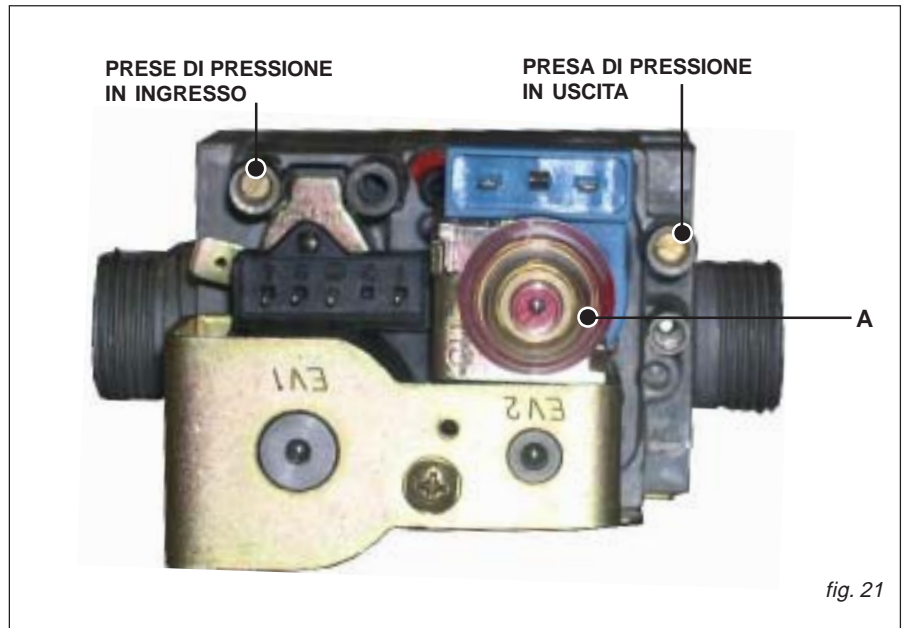
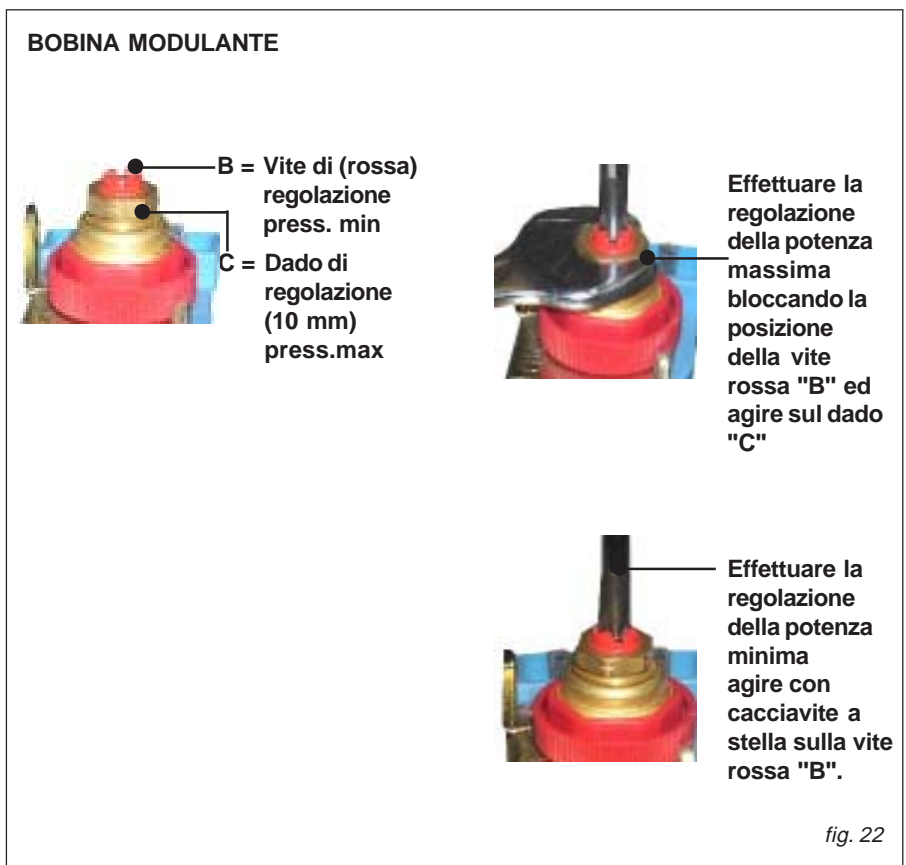

fig. 21
fig. 22
- Collegare un manometro a "U" alla presa di pressione in uscita della valvola gas (fig.21).
- Rimuovere il coperchio (A) che protegge il regolatore di pressione posto alla sommità della bobina modulante.
- Correggere eventualmente il valore tenendo bloccata la vite (rossa) "B" con un cacciavite a stella e girando con una chiave piatta da 10 mm il dado "C" (fig. 22) in senso ORARIO la pressione di uscita aumenta, girando in senso ANTIORARIO la pressione di uscita diminuisce. (funzionamento a GPL) avvitare il dado fino a battuta.
- Correggere eventualmente il valore girando la vite (rossa) "B" con una cacciavite a stella (fig. 22) in senso ORARIO per aumentare, in senso ANTIORARIO per diminuire.
- Variare il parametro **CORRENTE DI MODULAZIONE MASSIMA (IA)** al valore **16** per trasformazione G.P.L. oppure **13** per trasformazione gas METANO
- solo per trasformazioni GPL togliere il tappo "C" sulla bobina modulante ed avvitare a fondo la vite "B" di regolazione pressione max (fig. 22).